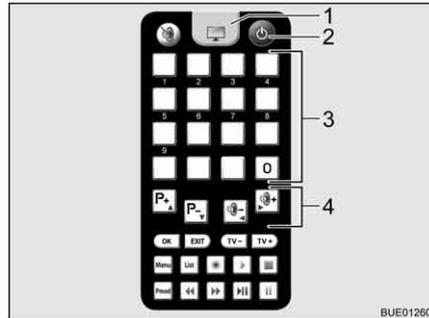

Fig. 22 Mando a distancia
- Pulsar la tecla "☰" (Fig. 22,2) del mando a distancia. La antena parabólica se levanta de su posición de estacionamiento y conmuta al modo de búsqueda. Cuando la instalación haya encontrado un satélite, sonará una señal acústica.
- Ajustar la emisora deseada con las teclas de memoria (Fig. 22,3) o las teclas de función (Fig. 22,4).